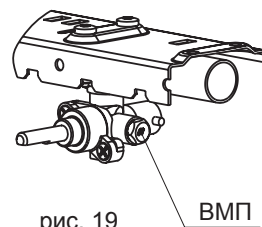

рис. 19
26.2. Проведение замены винтов малого пламени (ВМП) в кранах горелок стола (рис. 19):